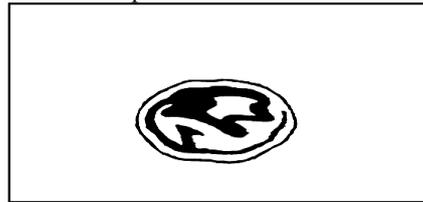

Рис. 1
2. Распределите клей на дорожном полотне на площади, приблизительно равной 3/4 площади катафота. Обычно для этого достаточно 80-100 г клея (рис. 1).